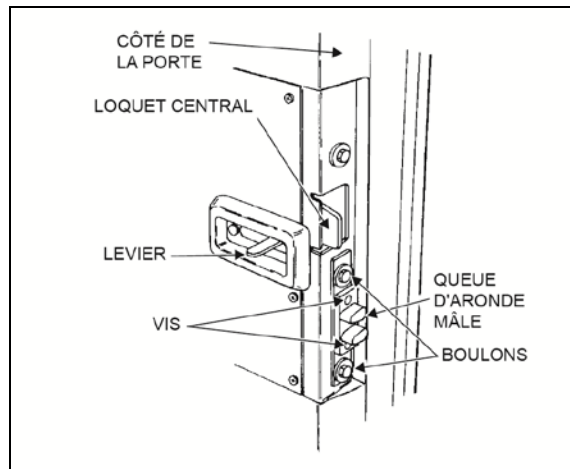

FIGURE 28 : LOQUET DE LA PORTE (AUTOCAR)
- Pour régler la queue d'aronde mâle sur le côté gauche de la porte, enlever les deux vis et desserrer les deux boulons. Faire glisser la queue d'aronde mâle vers l'intérieur et visser les deux boulons, sans serrer. Fermer doucement, mais fermement la porte, puis l'ouvrir lentement et serrer les deux boulons. Fixer la queue d'aronde à la porte avec des vis. Voir la Figure 28.
| Loquets Verrou de porte supérieur Graisseur de l'embout à rotule du vérin de porte (Figure 28) | Graisse basse température | Tous les six mois |